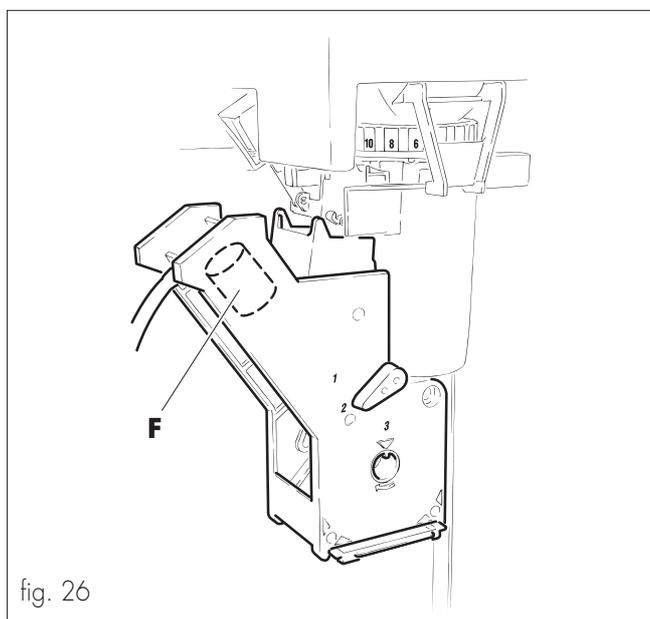

fig. 26
- Lavar el grupo en agua tibia, prestando particular atención a la limpieza del filtro superior (ref. **F**, fig. 26)
Al introducir el grupo, prestar atención en que la flechas de referencia coincidan. De lo contrario, ajustar la posición del grupo, hasta alinearlas, utilizando la llave apropiada (fig. 26).